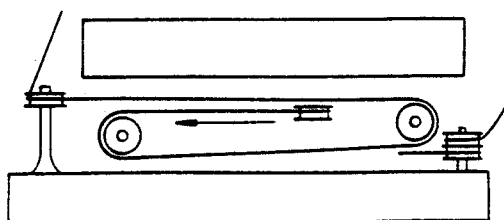

Abb. 5
- Das obere Seil nach hinten leicht strammziehen (siehe Pfeil Abb. 5) und das Seil nach Abb. 5 (Ansicht A von Abb. 7) in die Verriegelungsmechanik einlegen.
„A“ ↓ (siehe Abb. 5)